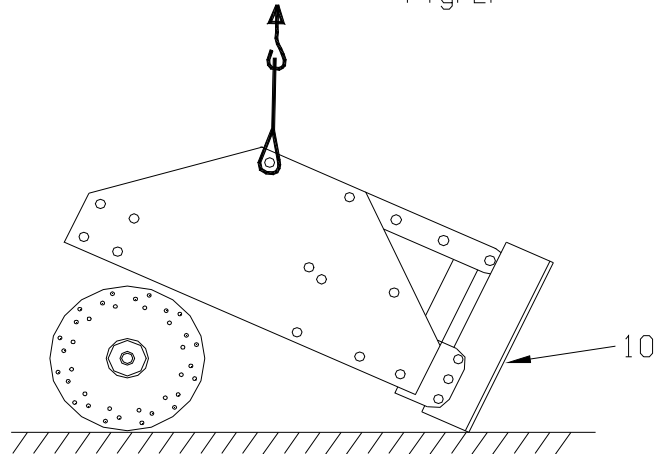

Fig. 3.
6. Levante de nuevo la máquina lentamente, vea fig. 3, hasta que se pueda alejar el rotor.